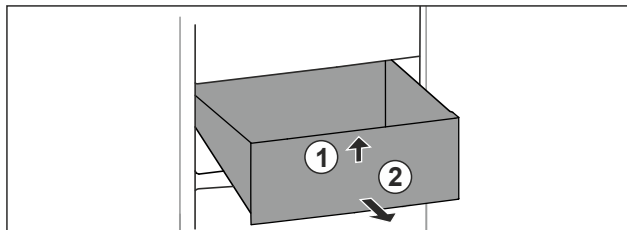

Fig. 105
- ▶ Nadzvedněte zásuvku vpředu. Fig. 105 (1)
- ▶ Vyjměte zásuvku dopředu. Fig. 105 (2)